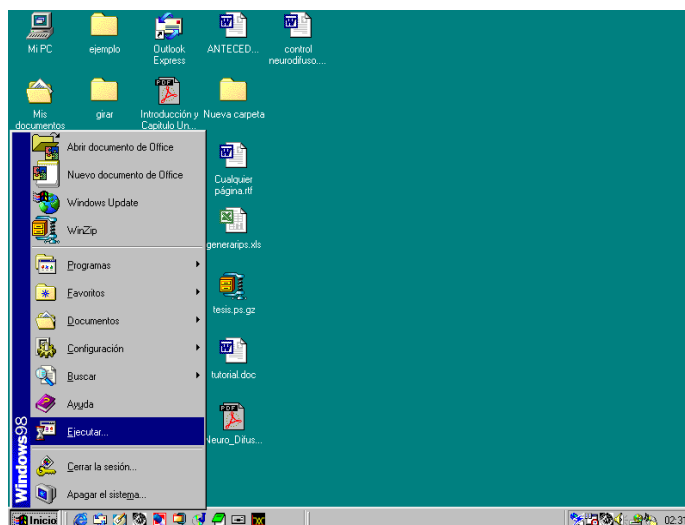

Figura 2. Pantalla ejecutar o run.
Paso2: Seleccione Ejecutar o Run dependiendo del Sistema Operativo que utilice. Observe la Figura 2.